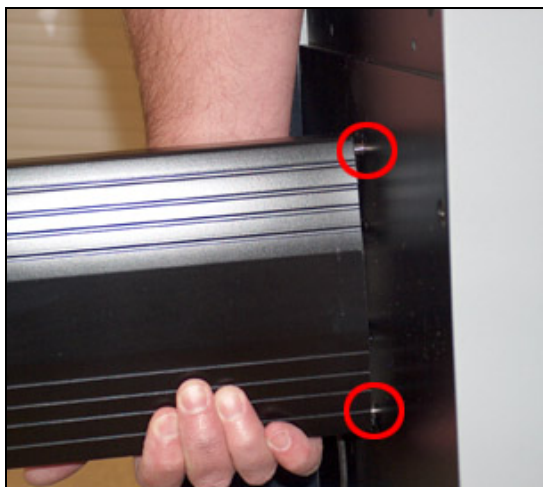

Figura 8. Sujeción del travesaño a la columna lateral derecha
4. Sostenga el **travesaño** contra la **columna lateral derecha** (Figura 8) y alinéelo con los **tornillos**.